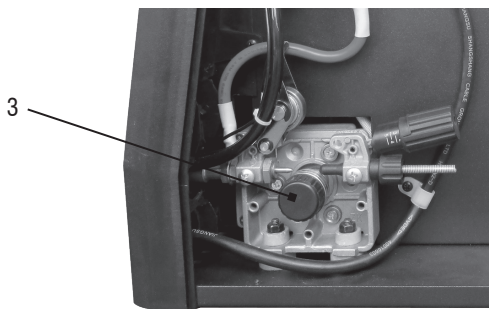

Fig. 2 – Roldana
- Retire o parafuso do eixo das roldanas, peça 3, Fig. 2;
- Alinhe a roldana e aperte o parafuso da roldana, peça 3, Fig. 2;